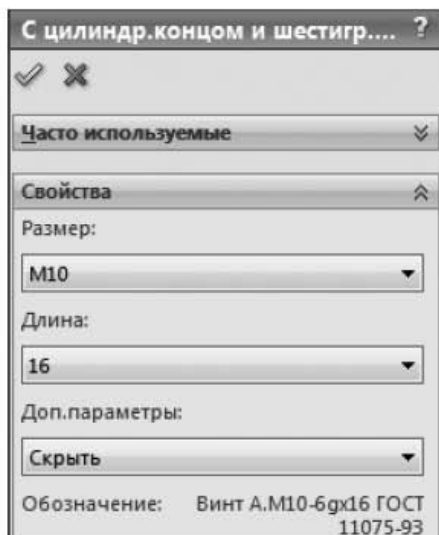
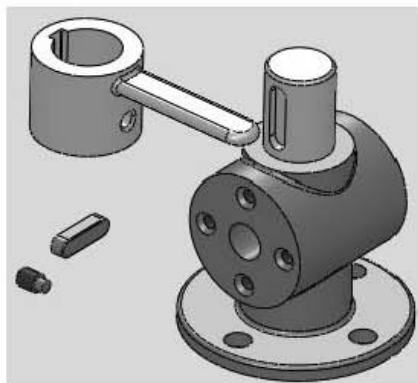

Рис. 6.38. Параметры винта
Рис. 6.39. Добавление компонентов — шпонки и ручки
2. Вставьте в сборку компоненты (рис. 6.39): ручку и шпонку (Библиотеки проектирования ▶ Toolbox ▶ BSI ▶ Шпонки ▶ Шпонка призматическая ▶ Шпонка призматическая четырехугольная закругленная с обоих концов) с параметрами 10×8×36, а также винт (Библиотеки проектирования ▶ Toolbox ▶ ГОСТ ▶ Болты и винты специальные ▶ Винты установочные) с параметрами, показанными на рис. 6.38.